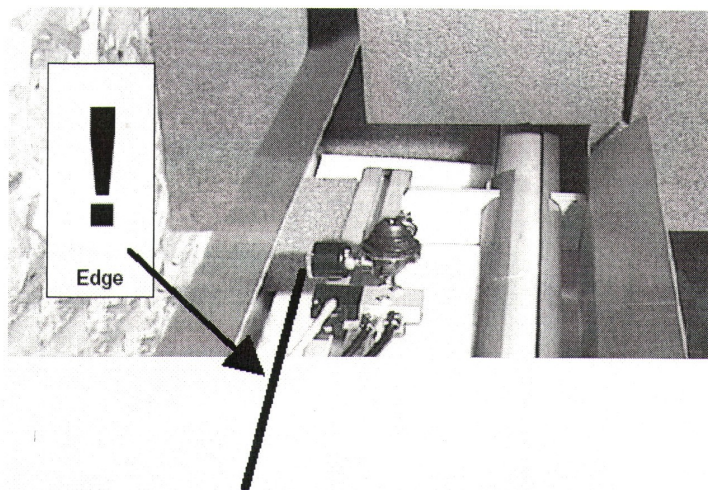

Рисунок 4. Распаковка направляющей трубы
- Проявляйте повышенную осторожность при извлечении из ящика направляющей трубы во избежание повреждения регулятора давления (рис.4).